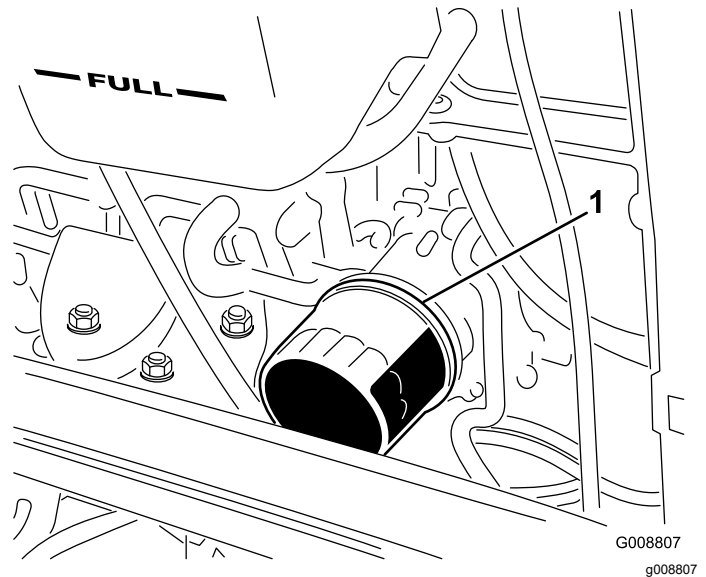

Bild 80
4. Entfernen Sie den Ölfilter (Bild 80).